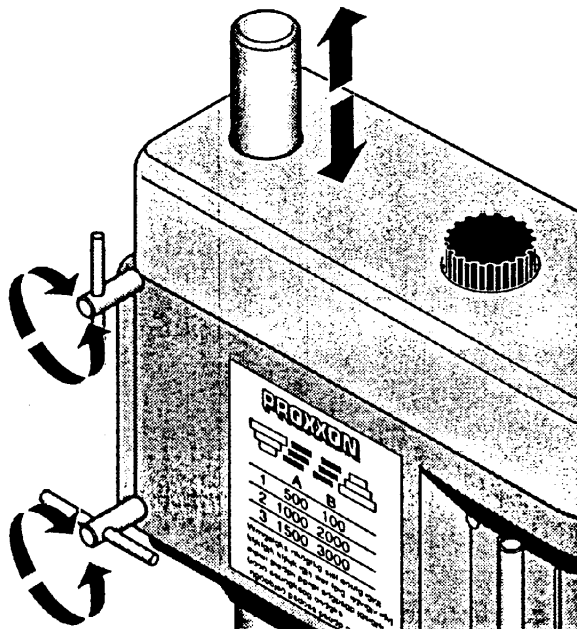

Fig. 10
2. Beide Knebelschrauben (Fig. 10) lösen und Ausleger in der Höhe verschieben, bis der Abstand zwischen Bohrer und Werkstück ca. 2 bis 5 mm beträgt.
2. Loosen both handle screws (Fig. 10) and adjust the height of the drill head until the distance between drill and work piece is approx. 2 to 5 mm.
2. Desserrer les deux manettes (Fig. 10) et régler la hauteur de la tête de sorte que la distance entre l'outil et la pièce soit d'env. 2 à 5 mm.
2. Allentare entrambe le viti ad alette (fig. 10) e spostare il braccio in altezza finché la distanza tra la punta e il pezzo è di circa 2-5 mm.